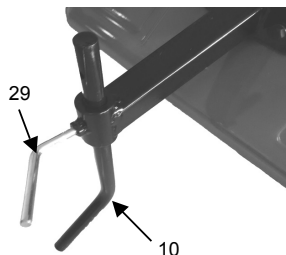

Figura 6
4. Fare riferimento alla figura 6 per installare il timone